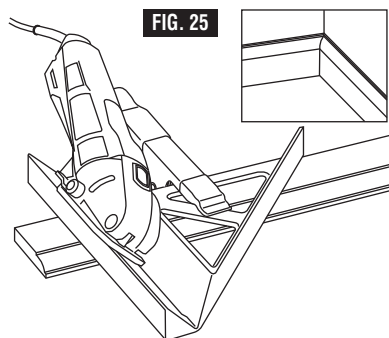

FIG. 25
2. Coupes en biais à 45° - seulement lorsque vous utilisez la meule pour coupes à ras, placez la meule dans le rail de coupe pour réaliser la coupe, (Fig. 25).